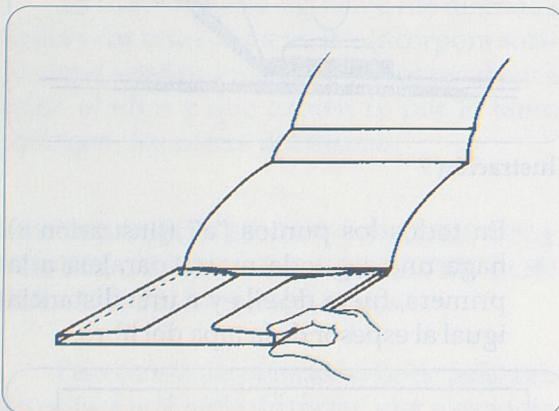

Ilustración 10
9. Pliegue la película de poliéster en todas las marcas. Marque bien los pliegues con la plegadera de hueso. Recuerde que es necesario hacer pliegues paralelos espaciados en todos los puntos "a". Despues de hacer las marcas, déles forma con los dedos hasta que ambos pliegues tomen un ángulo de 90° (Ilustración 10). Puede mojarse ligeramente las puntas de los dedos con una esponja húmeda para facilitar el marcaje de los pliegues.